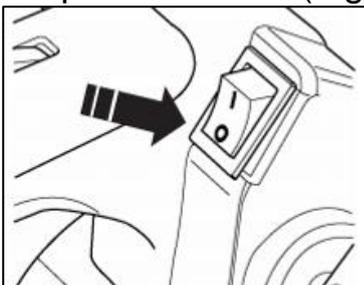

Fig.28
- 2) Mettez l'interrupteur marche-arrêt en position « O » (position arrêt) pour couper le moteur. (Fig.28)